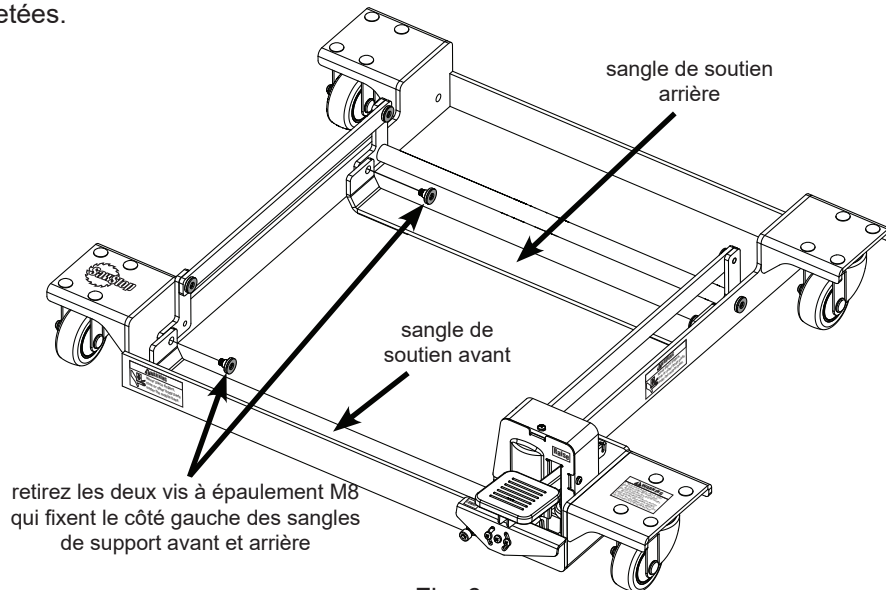
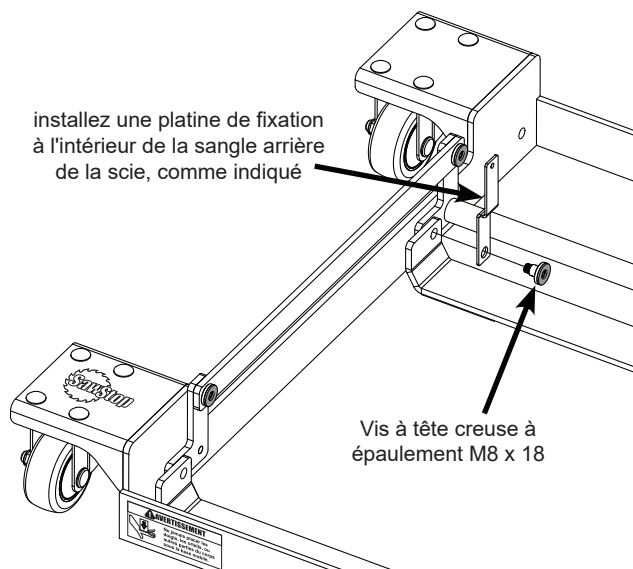
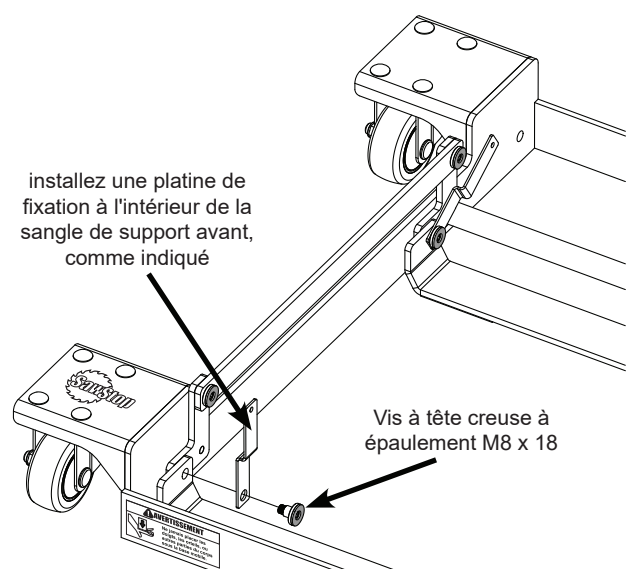

Fig. 6
Fig. 7a
Fig. 7b
6. Le kit de conversion comprend des platines de fixation pour maintenir la scie dans la base mobile. Ces platines de fixation de maintien peuvent déjà être installées sur votre base mobile. Reportez-vous aux fig. 7a et 7b pour connaître l'emplacement de chaque platine de fixation. Si ces platines de fixation de maintien sont déjà installées, passez à l'étape 8. Si elles ne sont pas déjà installées, vous devez maintenant les attacher. Commencez par retirer les deux vis à épaulement M8 qui fixent le côté gauche des brides de support avant et arrière au cadre à l'aide d'une clé hexagonale de 5 mm, comme indiqué sur la fig. 6. Les vis à épaulement peuvent être difficiles à retirer car elles ont été installées avec un adhésif fileté. Les deux vis à épaulement M8 peuvent être jetées.
7. Repérez les deux platines de fixation et les deux vis à tête creuse à épaulement M8 x 18. Utilisez l'une des vis à tête creuse à épaulement M8 x 18 pour installer l'une des platines de fixation à l'intérieur de la sangle de support arrière (voir la figure 7a). Notez que la vis à épaulement ne peut passer que par le trou le plus large de la platine de fixation et que la platine de fixation doit être orientée de manière à ce qu'elle s'incline vers le centre de la base mobile (voir fig. 7a). Utilisez le reste x 18 vis à tête creuse à épaulement pour installer l'autre platine de fixation à l'intérieur de la sangle de support avant (voir fig. 7b). Serrez complètement les deux vis avec une clé hexagonale de 5 mm.